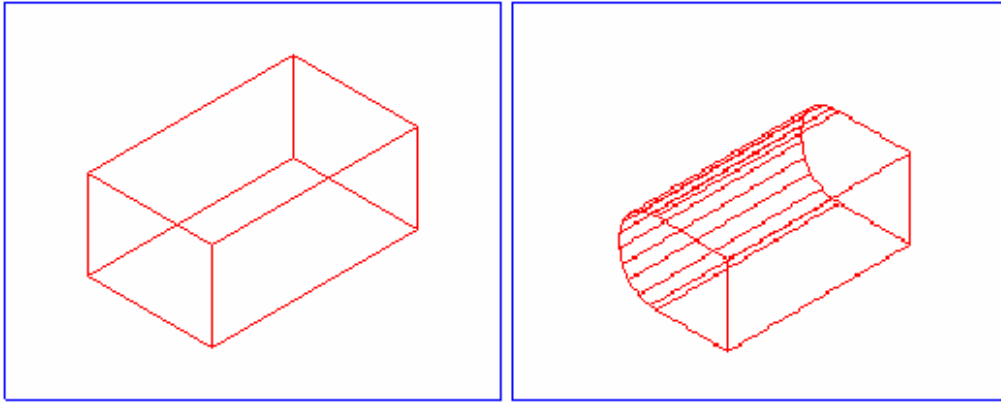

Рисунок 30 - К заданию 3.2.7
3.2.7 Создать трехмерный объект и построить сопряжение (скругление) граней с радиусом 50 (рисунок 30).